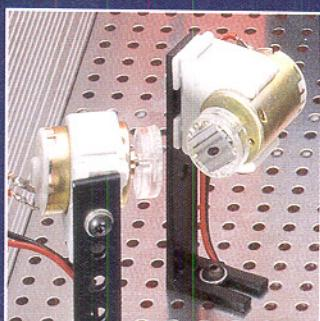

Bild 7: 2 Spiegelmotore
- Spiraloskop-Effekt (Bild 6) mit 2 Spiegelmotoren (Bild 7). Die Ansteuerung erfolgt über die Mikroprozessor-Steuerplatine.